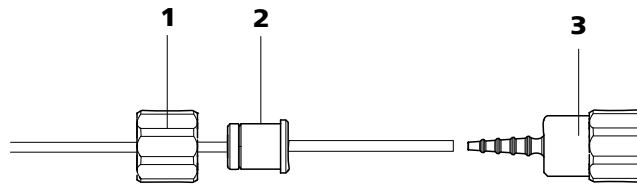

Abbildung 26 Pumpschlauch-Verbindung ohne Filter installieren
- **Fall B:** eine Pumpschlauch-Verbindung **ohne Filter** (6.2744.160) (siehe Abbildung 26, Seite 48) anschliessen.